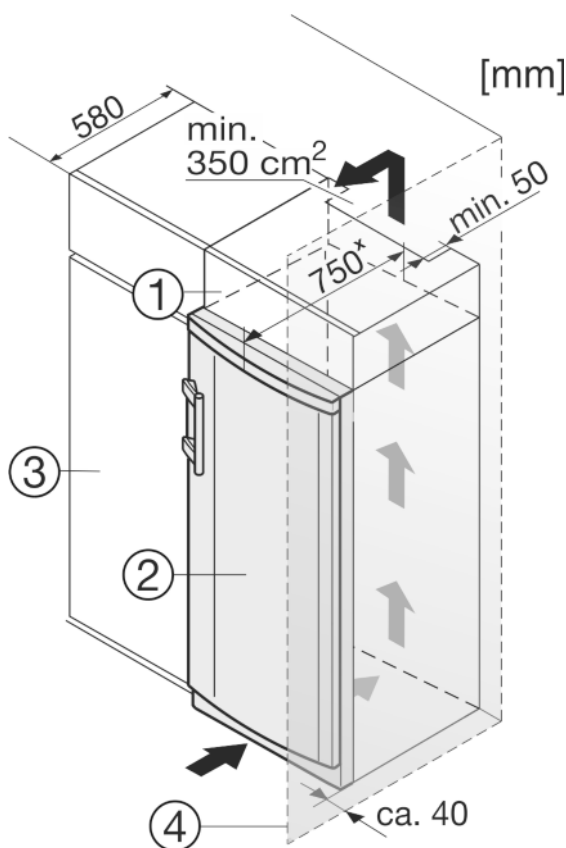

Fig. 9
(2) Устройство
(4) Стенка
Устройство может быть окружено предметами кухонной обстановки. Чтобы уравнивать устройство Fig. 9 (2) по высоте с кухонной стенкой, можно установить над устройством соответствующий дополнительный шкафчик Fig. 9 (1).
Если устройство установлено на шарнирах у стены *Fig. 9 (4)*, то расстояние между устройством и стеной должно быть не менее 40 мм. Настолько выступает ручка при открытой дверце.